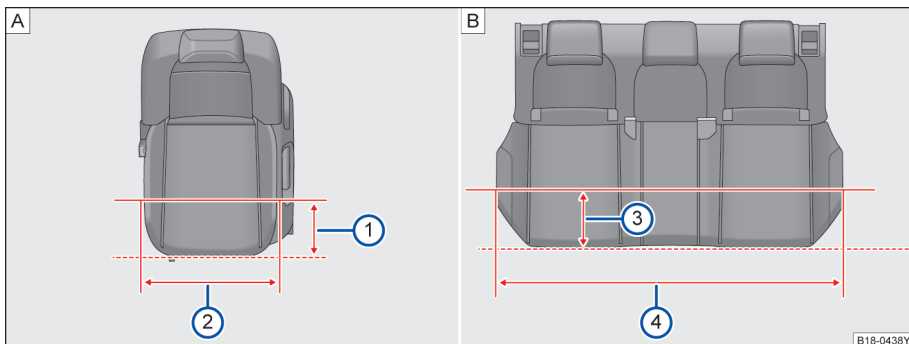

图 64 座椅座宽
如图⇒图 64A在距离前排座椅边缘 200mm 时⇒图 64②，前排座椅座垫宽度为 488mm⇒图 64①。
如图⇒图 64B在距离后排座椅边缘 200mm 时⇒图 64③，后排座椅座垫宽度为 1271mm⇒图 64④。